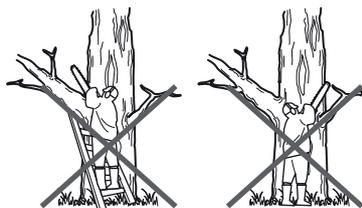

Fig. 30
- > Ne tenez jamais l'appareil à bout de bras, et n'essayez pas de couper dans des endroits difficiles à atteindre. Ne le tenez jamais au-dessus des épaules (Fig. 30).